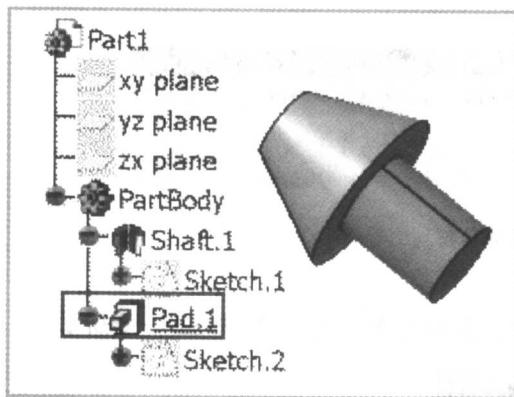

图 1-8 选择“拉伸一”
① 读入零件并在设计树中选择“拉伸一”，如图 1-8 所示。